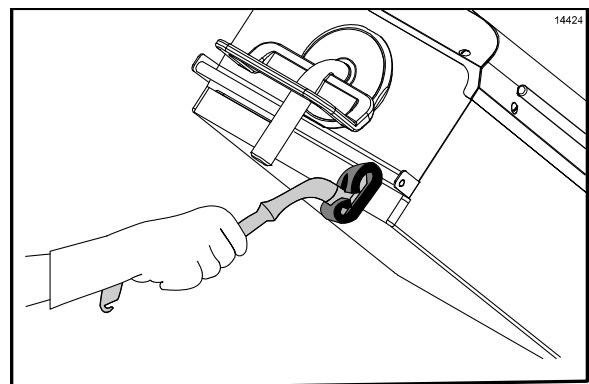

Abbildung 96
23. Mit dem Kay-Reinigungspolsterhalter die Vorderseiten der oberen Grillplatten von der rechten Grillplatte aus und dann mit der linken fortfahrend abschrubben. (Siehe Abbildung 96.)